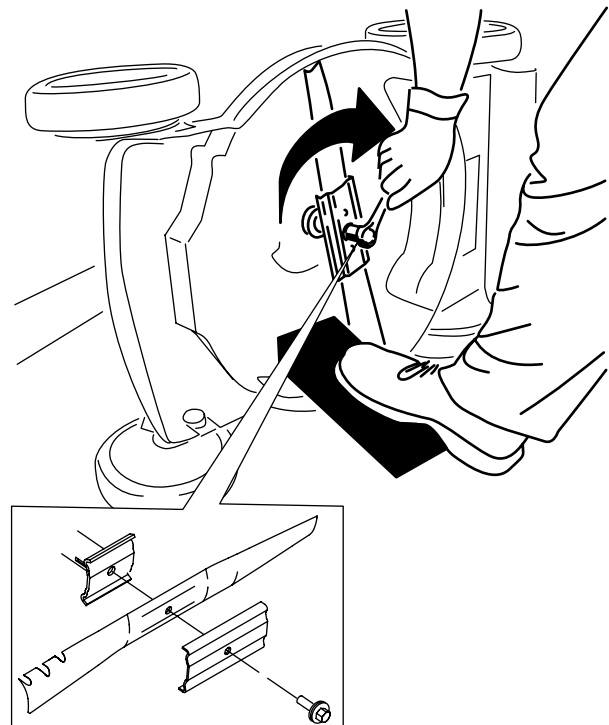

Figure 24
4. Montez la nouvelle lame et toutes les fixations (Figure 24).